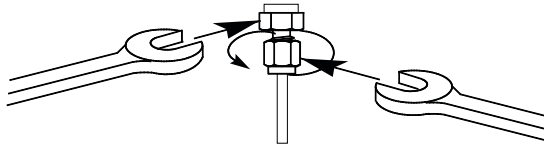

Figura 19. Apriete final
- Para conexiones Swagelok de 1/8 pulgadas, utilice un par de llaves de 7/16 pulgadas para apretar la conexión 3/4 de vuelta. Vea la **Figura 19**.
Para conexiones de 1/4 pulgadas utilice un par de llaves de 9/16 pulgadas para apretarlas 1-1/4 de vuelta, como se muestra en la **Figura 19**.